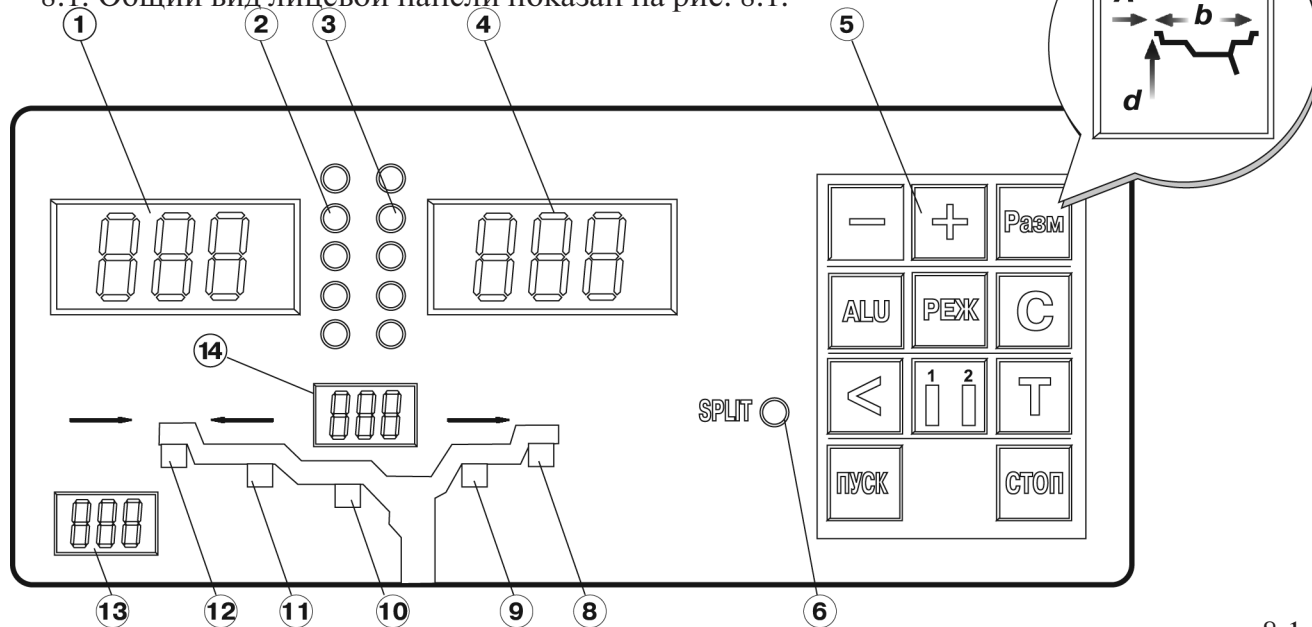

рис. 8.1.
8.1. Общий вид лицевой панели показан на рис. 8.1.
(рис.8.1.) соответственно.
При выдвигении штанги на индикаторах 1 (рис. 8.1) отображается символ «А», а на индикаторах 4 значение параметра «А». Значение параметра «d» отображается на индикаторах 13. После возвращения штанги в исходное состояние на индикаторах 1 и 4 некоторое время сохраняется значение параметра А, затем показания на них возвращаются к отображению текущих значений масс корректирующих грузов. На индикаторах 13 сохраняется вновь установленное значение параметра «d».
Ширина обода отображается на индикаторах 14 (рис.8.1). Если считанная с обода или измеренная ширина отличается от показаний на индикаторах 14, то кнопками «-» и «+» установить на индикаторах 14 требуемое значение ширины.
Дважды нажать кнопку «А, d, b», после чего на индикаторах 1 (рис.8.1) загорается символ «А», а на индикаторах 4 исходная величина дистанции. Нажимая кнопки «-» и «+» установить на индикаторах 4 требуемую величину дистанции. Через 2-3 сек после установки дистанции показания на индикаторах 1 и 4 возвращаются к отображению текущего дебаланса, а кнопки «-» и «+» возвращаются в режим ввода ширины обода.
Эта функция обеспечивается тем, что каждый раз при вводе новых геометрических параметров и установке требуемой программы ALU, предыдущее состояние запоминается. Для перехода от одного набора параметров к другому необходимо нажать кнопку «1-2». Визуальный контроль того, какие параметры установлены в данный момент, осуществляется по индикаторам 13 и 14 (рис.8.1), отображающие установленные в данный момент диаметр и ширину обода.
12.2. Переключение схем ALU1-ALU5 осуществляется последовательным нажатием кнопки «ALU» при этом схема установки грузов отображается загоранием соответствующих светодиодов 8-12 (рис.8.1), кроме того, на индикаторах 1 отображаются символы ALU, а на индикаторах 4 номер 1-5. Через 2-3 сек. после установки требуемой программы ALU индикаторы 1-4 переходят в режим отображения дебаланса.
13.3. Для входа в программу Split нажмите кнопку РЕЖ., после чего загорается светодиод 6 (рис.8.1) и на индикаторах 1 загораются символы «SP», означающие, что необходимо ввести число спиц обода колеса, подлежащего балансировке. При этом на индикаторах 4 загорается цифра 5. Если число спиц колеса отличается от 5, кнопками «-» и «+» установить на индикаторах 4 фактическое число спиц колеса.
13.4. Запустите СБ. После остановки вала установите любую спицу обода колеса вертикально вверх (на 12 часов) и нажмите кнопку С. После чего, на индикаторе 1 и линейке 2 (рис.8.1) будут указаны величина и место установки корректирующего груза на внутренней плоскости.
14.1. При включении тумблера питания СБ на индикаторах 1 (рис. 8.1) высвечивается трехзначное число – номер версии программного обеспечения. Через 2-3 сек на индикаторах 1 и 4 должны загореться нули, на индикаторах 13 – исходное значение диаметра обода, на индикаторах 14 – исходное значение ширины обода, кроме того должны загореться светодиоды 8 и 12, что свидетельствует о включении режима стандартной балансировки с установкой на обеих плоскостях коррекции грузиков на пружинках. На линейках 2 и 3 (рис. 8.1) должны загореться центральные светодиоды.
14.2. При включении СБ программа измерения дебаланса настраивается таким образом, что дебаланс менее 8 г (заводская установка) на любой плоскости коррекции не показывается, в этом случае на индикаторах 1 и 4 (рис. 8.1) высвечиваются «0». Минимальный дебаланс отображающийся на индикаторах 1 и 4 равен 8г. Дебаланс, превышающий 8г, округляется до величины кратной 5, т. е. дебаланс 9, 10, 11 и 12 г отображается цифрой 10, дебаланс 13, 14, 15, 16 и 17 г – цифрой 15 и т. д. Для просмотра неокругленного значения дебаланса или дебаланса менее 8г. необходимо нажать кнопку «<<», при этом на индикаторах 1 и 4 на 2-3 сек высвечиваются фактические значения дебаланса, определенные в данном запуске.
14.3. Исходные значения диаметра и ширины обода, отображаемые на индикаторах 13 и 14 (рис. 8.1) после включения СБ, а также значение минимального дебаланса, который показывается на индикаторах 1 и 4, по желанию потребителя могут быть изменены. Процедура их изменения описана ниже в разделе 15 (п. 15.2.) «Установка рабочих параметров».
14.5.1. Поднимите защитный кожух. Вручную поворачивайте колесо, при этом свечение светодиодов на линейках 2 и 3 (рис. 8.1.) будет перемещаться, и в какой-то момент на одной из линеек загорятся все светодиоды и цвет их свечения сменится на зеленый.